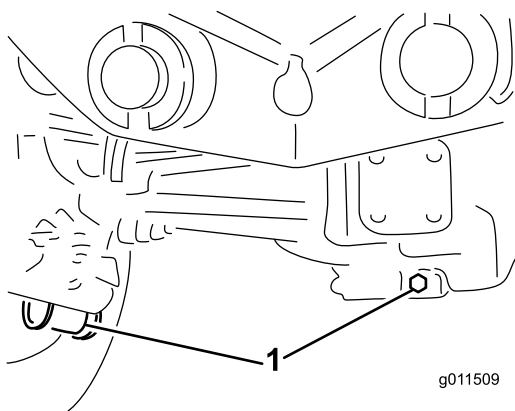

Figura 96
2. Pulite attorno ai tre tappi di spurgo, uno per lato ed uno in centro (Figura 96).